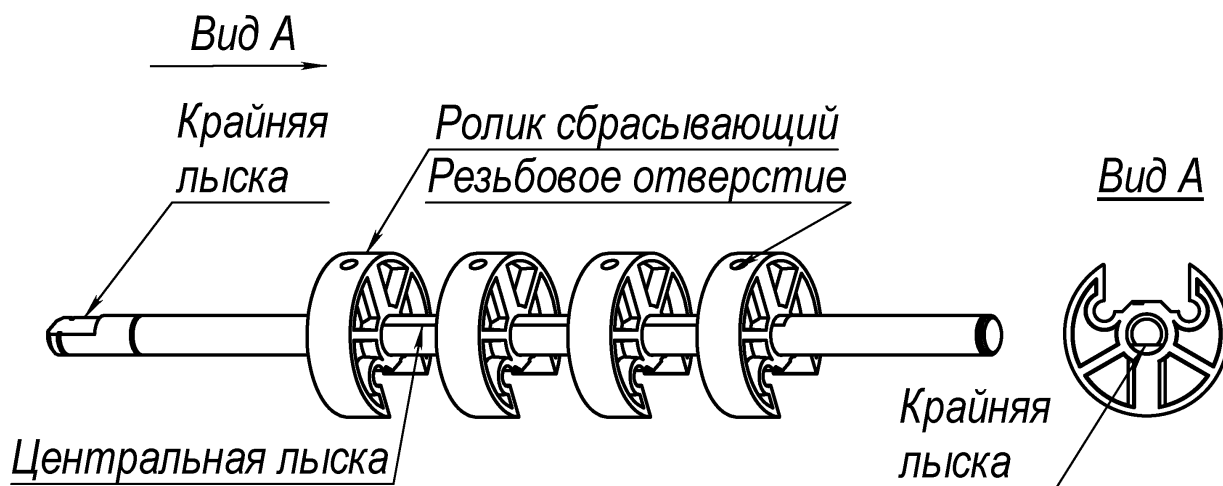

Рис. 80
8.23.2.2 Установить ролики на вал. Ролики ориентировать таким образом, как показано на Рис. 80 Вид А.